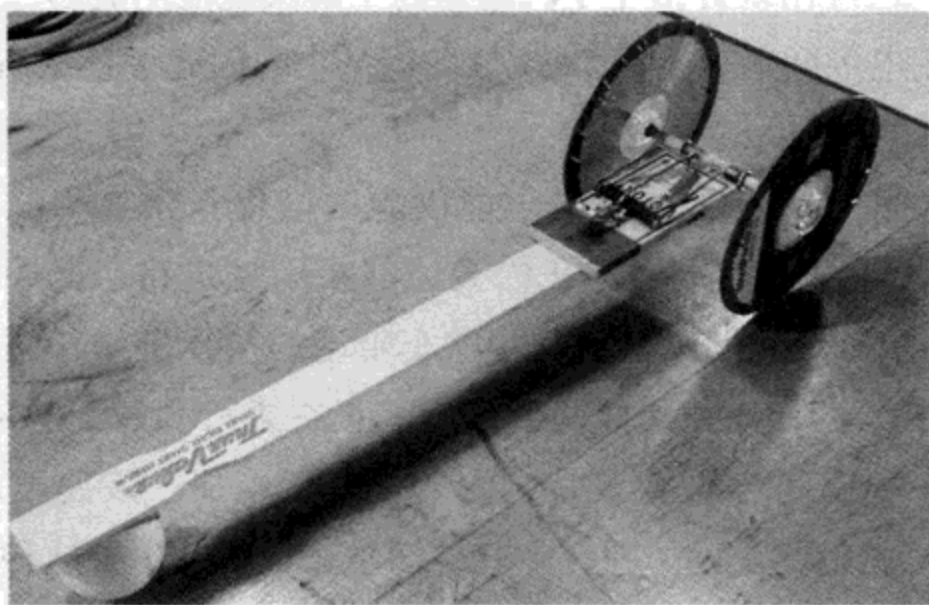

图 5.12 捕鼠器小车准备转动
这个项目中，会用扭簧产生的能量带动一个小车。按操作方法制作时，可边做边参考图 5.12。
(1) 用胶带把 CD 边裹起来, 以提高 CD 盘的抓地力。
(2) 用小刀做一根长度为 4 in 的木销, 并用锉刀将木销锉光滑。
(3) 用热熔胶将激光切割的轮毂与 CD 盘连接。用环氧灰泥填补木轴与 CD 盘之间的空隙。
(4) 将木销轻轻地插入轮毂中, 木销应能够滑动。如果太松, 缠上一点胶带后再插; 如果木销钉太粗, 用锉刀打磨一下, 直到尺寸合适为止, 如图 5.12 所示。
(5) 将吊环螺钉拧进捕鼠器上对着诱饵钩的一侧。在保证取出时木头不裂开的前提下, 应该使吊环螺钉尽量离边近一些。
(6) 用胶带把捕鼠器粘在搅漆棒的一端。
(7) 将连接轮子的木销钉穿过吊环螺钉, 把轮子连接在木销的另一端。
(8) 用胶带将乒乓球粘在搅漆棒的另一端, 此时小车应该平衡。
(9) 为防止木销来回滑动, 在绕着木销的吊环螺钉环内上缠一些胶带。不过销钉依然需要能流畅地转动。
(10) 割一段 2 ft 长的鱼线。一端绕着在木销上并系住, 一端系在捕鼠器夹子的中心。必要的话, 可用胶带固定一下。
(11) 反方向转动轮子 (图 5.12 中是顺时针方向), 把鱼线缠在木销上。在抬起捕鼠器夹子, 使小车跳起来的过程中, 木销应一直绕着鱼线。
(12) 为安装捕鼠器, 必须拿着捕鼠器夹子上的长钩, 用它钩住诱饵钩。这种操作要非常细致, 一定要小心别夹着手指啊!
(13) 装好捕鼠器后, 小车就可以跑了。把小车放在地上, 用铅笔或其他长点的东西去碰捕鼠器。接在捕鼠器夹子上的鱼线会解开缠在轴上的线。小车应该能走 10 ft 左右。你也可以做些改动, 看看你是否能让小车走得更远、更快。